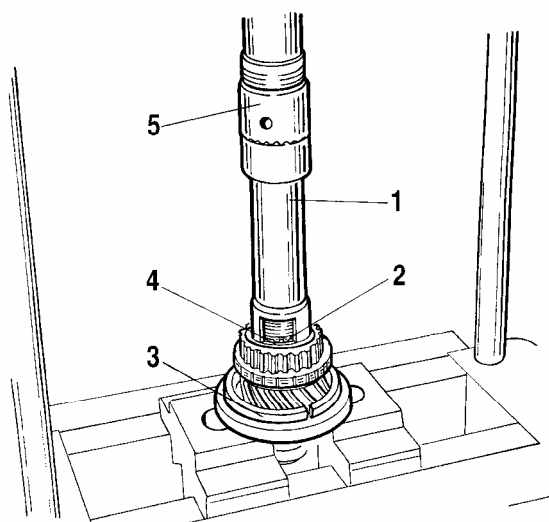

Рис. 3-27. Установка на вторичном валу стопорного кольца:
- установите вторичный вал с оправкой 41.7816.4069 на пресс (рис. 3-27), подложите под шестерню III передачи опорные полукольца 3 и, нажимая оправкой на пружинную шайбу, снимите стопорное кольцо 2, затем пружинную шайбу 4, ступицу скользящей муфты переключения III и IV передач и шестерню III передачи.